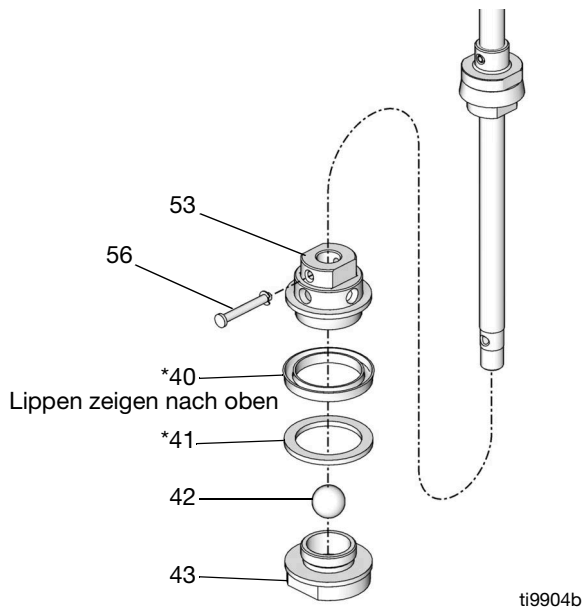

ABB. 20
9. Stift (56) entfernen. Kolbenventileinheit entfernen. Kolbenventil (43) aus Kolbengehäuse (53) herausschrauben. Spaltring (41*), Rillring (40*) und Kugel (42) entfernen. Alle Teile auf Beschädigungen untersuchen. Siehe ABB. 20.